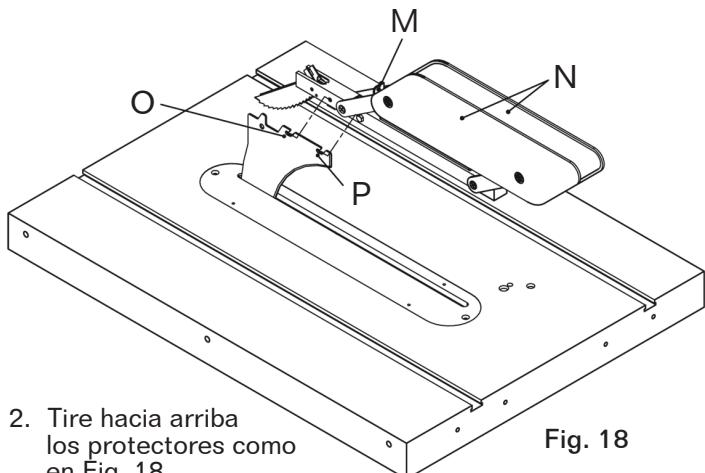
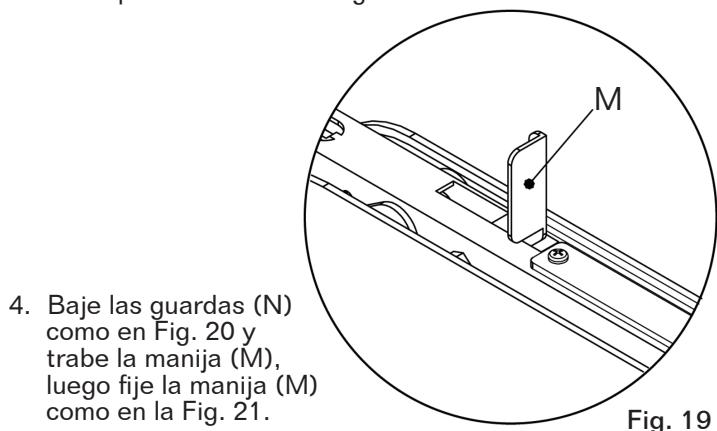

Fig. 18
Fig. 19
2. Tire hacia arriba los protectores como en Fig. 18.
3. Inserte los protectores en la posición O y P del esparcidor como en Fig. 18.
1. Antes de la instalación de la guarda del disco (N), por favor confirme Fig. 18 que la manija (M) se mantenga abierta como Fig. 19.